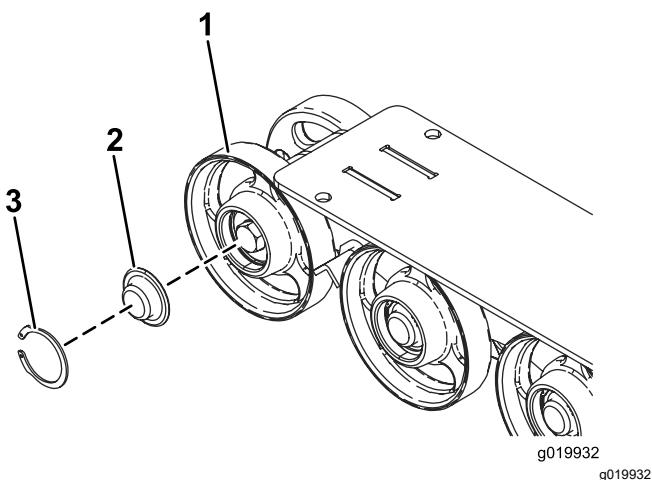

Figura 50
- Rimuovete l'anello elastico e il tappo da una ruota non motrice (Figura 50).
6. Controllate il grasso sotto il tappo e attorno alla guarnizione (Figura 50). Se è sporco, sabbioso o consumato, eliminate completamente, sostituite la guarnizione e applicate grasso nuovo.
8. Collocate il tappo ingrassato della ruota non motrice sulla testa del bullone (Figura 50).
9. Fissare il tappo della ruota con l'anello elastico (Figura 50).